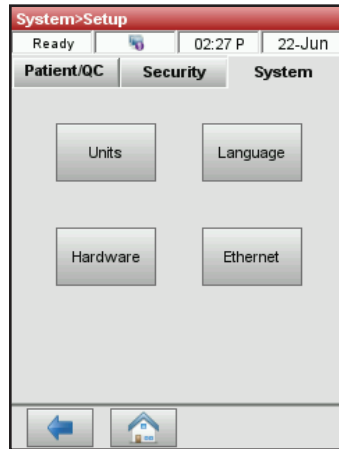

Figure 23. Gestion du système > Écran de configuration
2. Dans l'écran Configuration, appuyez sur l'onglet "**Système**", puis sur "**Unités**" (Figure 23).